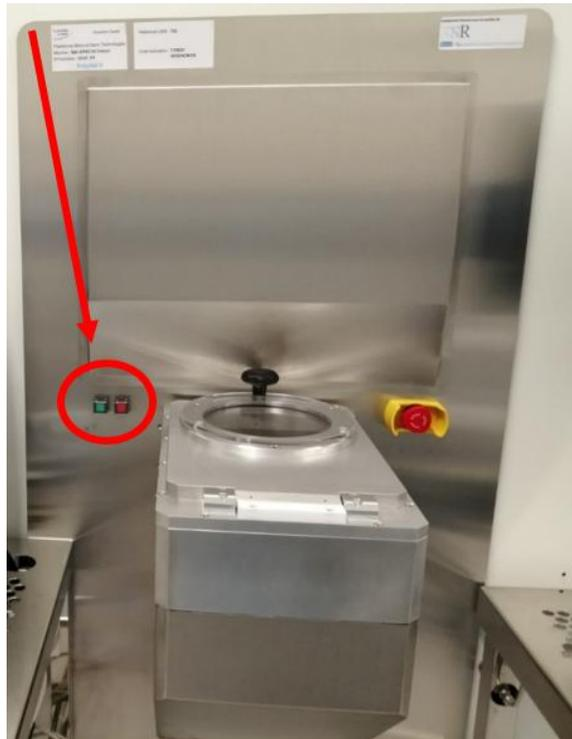

Figure 9 : Façade avant du réacteur
- 1) Appuyer sur l'interrupteur vert de mise en route du réacteur (*Figure 9*)
- Arrêter le réacteur, interrupteur rouge (Figure 9).